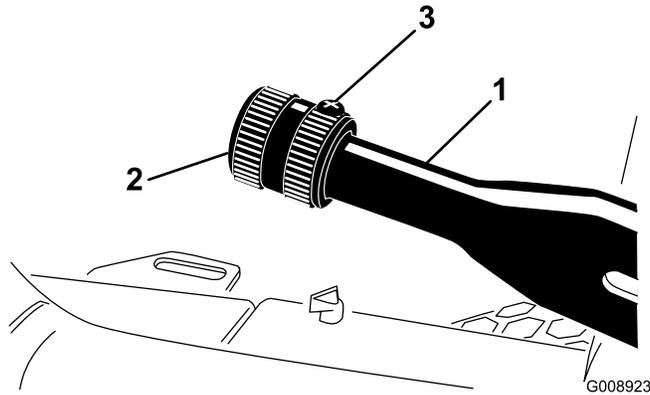

図 71
1. ブレーキレバーに調整ノブを固定している固定ねじをゆるめる 図 71。